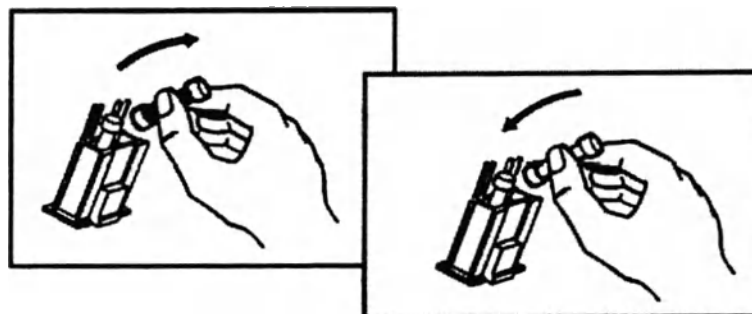

Рисунок 25. Замена поврежденного предохранителя
3. Замените поврежденные предохранители новыми (поставляются с анализатором) (рисунок 25).